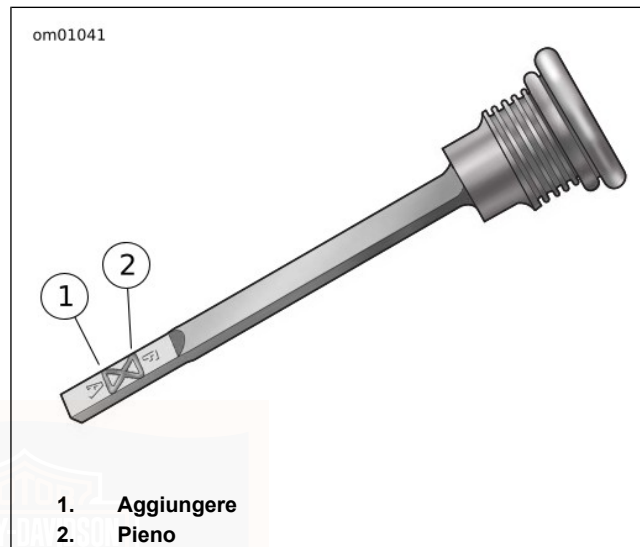

Figura 27. Livello dell'olio del cambio sull'astina di livello
4. Vedere Figura 27. Rimuovere l'astina di livello. Controllare il livello dell'olio sull'astina.